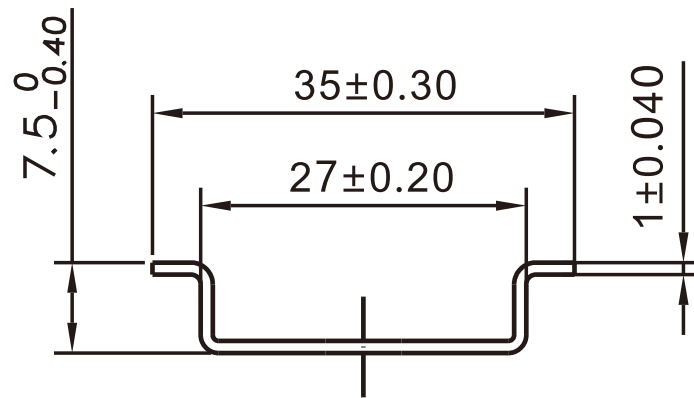

图2
断路器的外形尺寸与安装尺寸见图1 图2
8.4 断路器采用图2所示的安装轨安装。